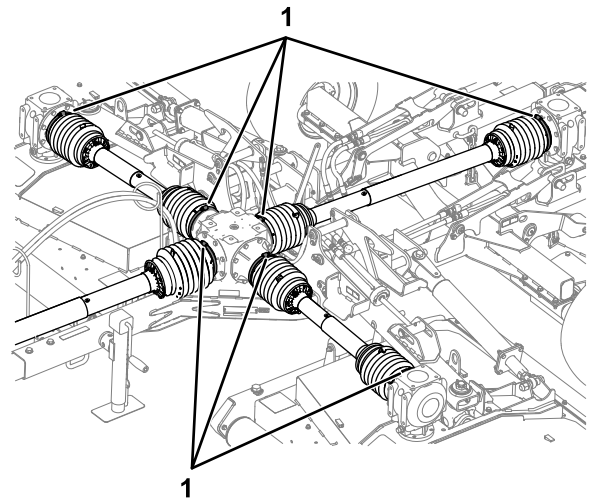

Bild 16
7. Überprüfen Sie, ob die sieben Schlauchklemmen die Schutzabdeckungen der Antriebswelle fest mittig und an den Getrieben der Mähwerke befestigt sind (**Bild 16**).